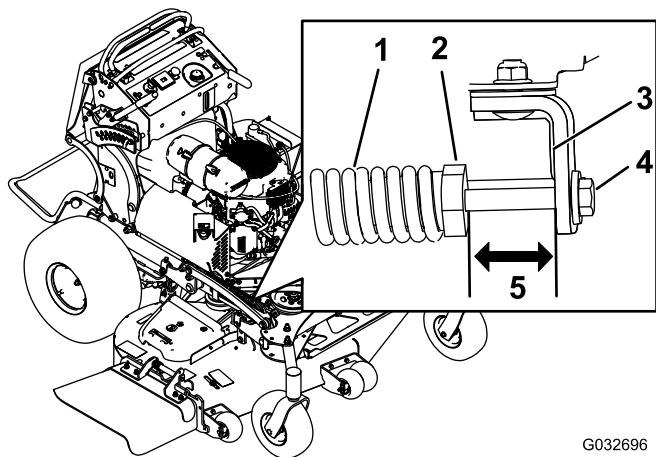

Figure 94
2. Vérifiez la distance entre l'écrou de ressort et l'arrière du support soudé (Figure 94).
3. Assurez-vous que la longueur est de 51 mm (2 po) pour les tabliers de coupe de 122 cm et 132 cm (48 po et 52 po) et de 38 mm (1,5 po) pour les tabliers de coupe de 152 cm (60 po), comme montré à la Figure 94.
4. Au besoin, réglez la distance en ajustant le boulon sur l'avant du support (Figure 94).